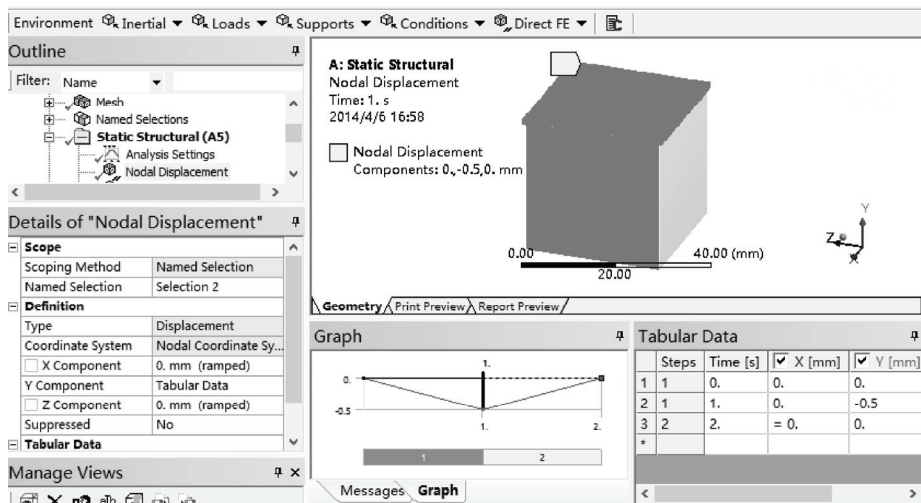

图 7-57 施加节点载荷
5) 在 Tubular Data 窗口中设置如表 7-4 所示的参数, 此时在 Graph 窗口中将出现载荷历程图, 如图 7-57 所示。